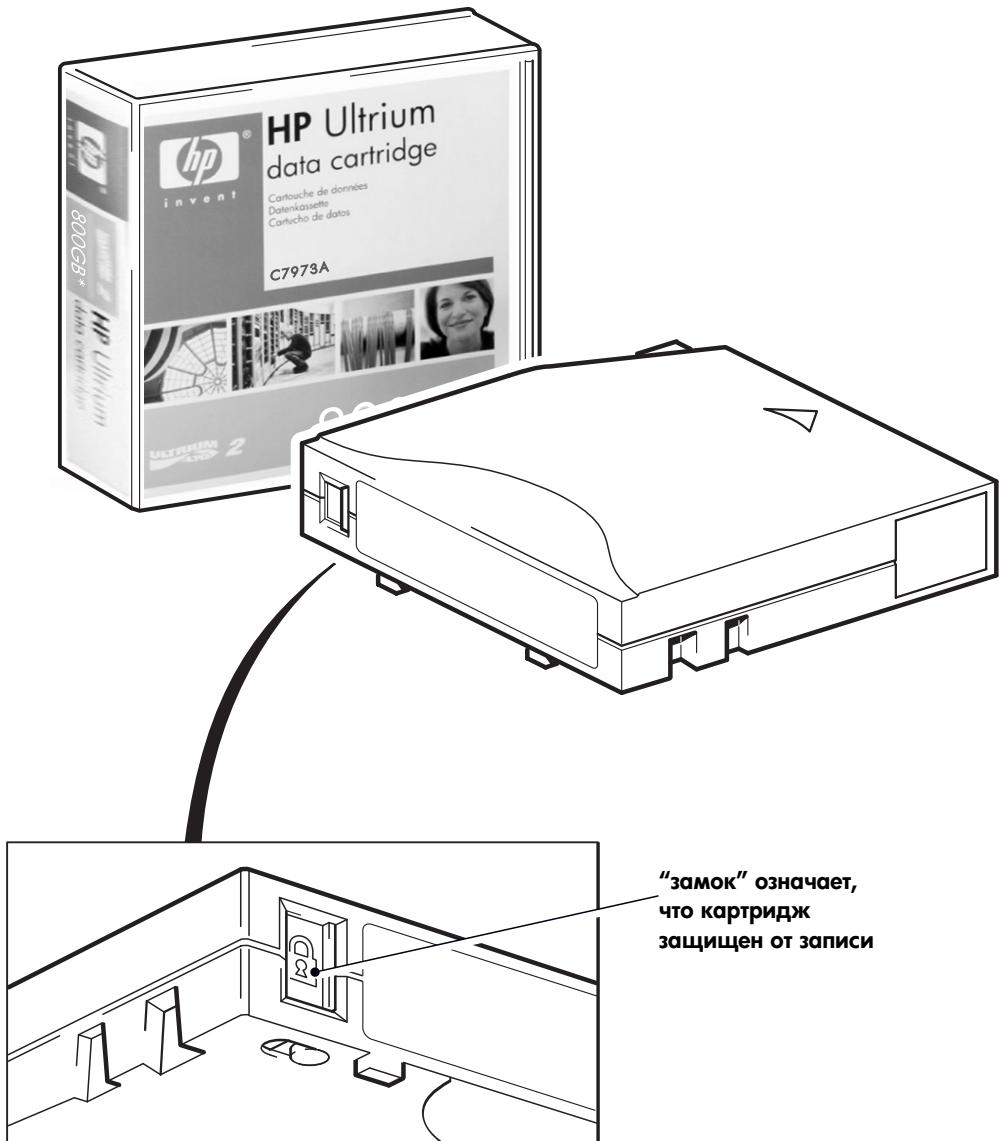

Рис. 11. Защита картриджа от записи
- Чтобы снять с картриджа защиту от записи, сдвиньте защелку влево. Расположение переключателя см. на Рис. 11.